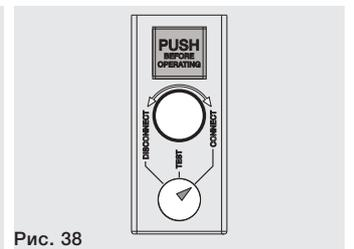

Рис. 38
- автоматический выключатель находится в положении **«ВКАЧЕН - CONNECT»** (см. Рис. 38).